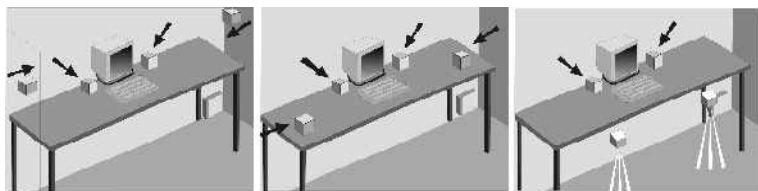

图2
■四音箱的摆放(图2)。前面两个卫星音箱就按上面双音箱摆放的方法。两只后置卫星音箱的摆放相对麻烦些,但都应对称地放置,至于它们的具体摆放位置可视房间布局而定。好的四声道音箱都会配有三